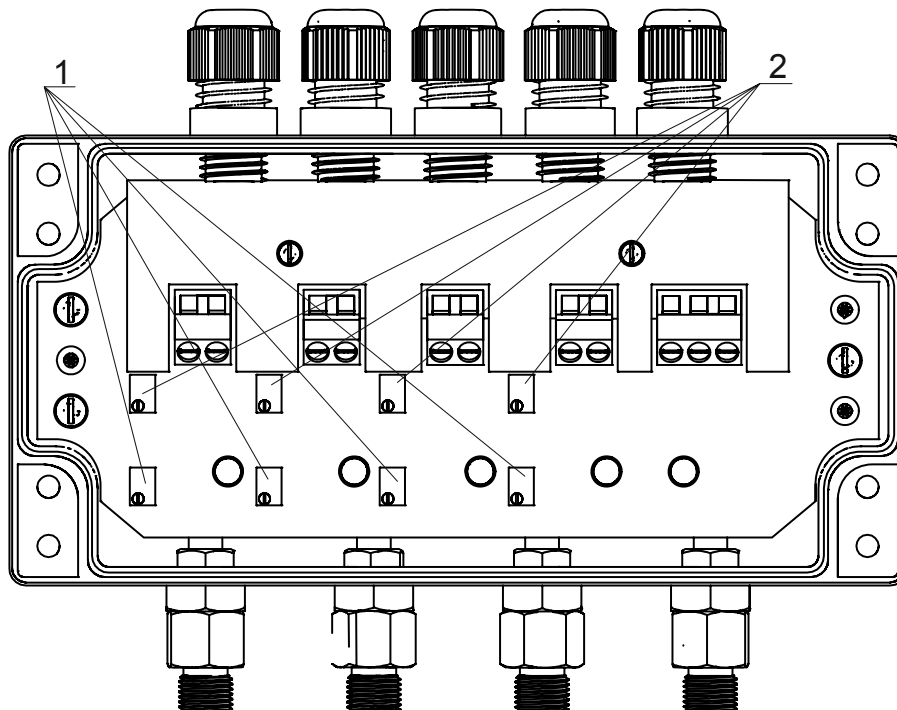

Рисунок 6.2
- 2) установить потенциометром 1 (см. рисунок 6.2) выходной ток 4 мА;